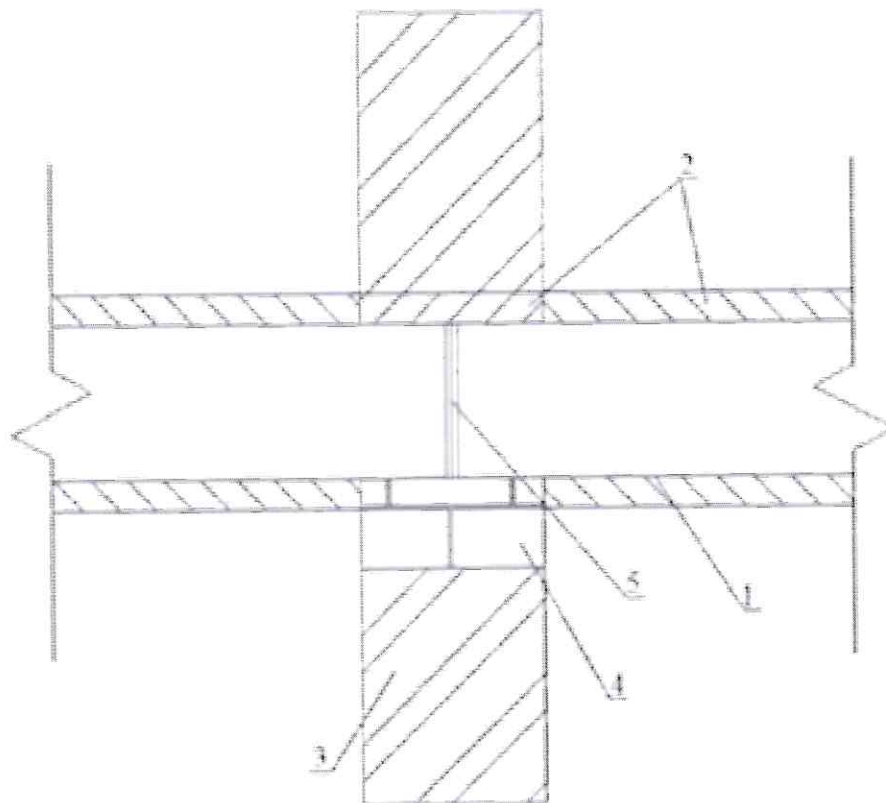

Рис.4. Схема прохода воздуховода через ограждающие конструкции.
- метод 1: Конструкция воздуховода должна предусматривать ребра жесткости из уголков в местах пересечения строительных конструкций. Места прохода воздуховодов через ограждающие конструкции (стены, перегородки и перекрытия зданий) следует уплотнять негорючими материалами (кирпич, шнур ШБТ, PRO-VENT пр). Если промежуток между воздуховодом и строительной конструкцией менее 20 мм, то его необходимо уплотнить материалом PRO-VENT, если промежуток равен 20-50 мм, то теплоизоляционным шнуром ШБТ, а если промежуток более 50 мм, то кирпичом (рис. 4). Заполненные части материалом (кирпич, ШБТ, PRO-VENT) заштукатурить.